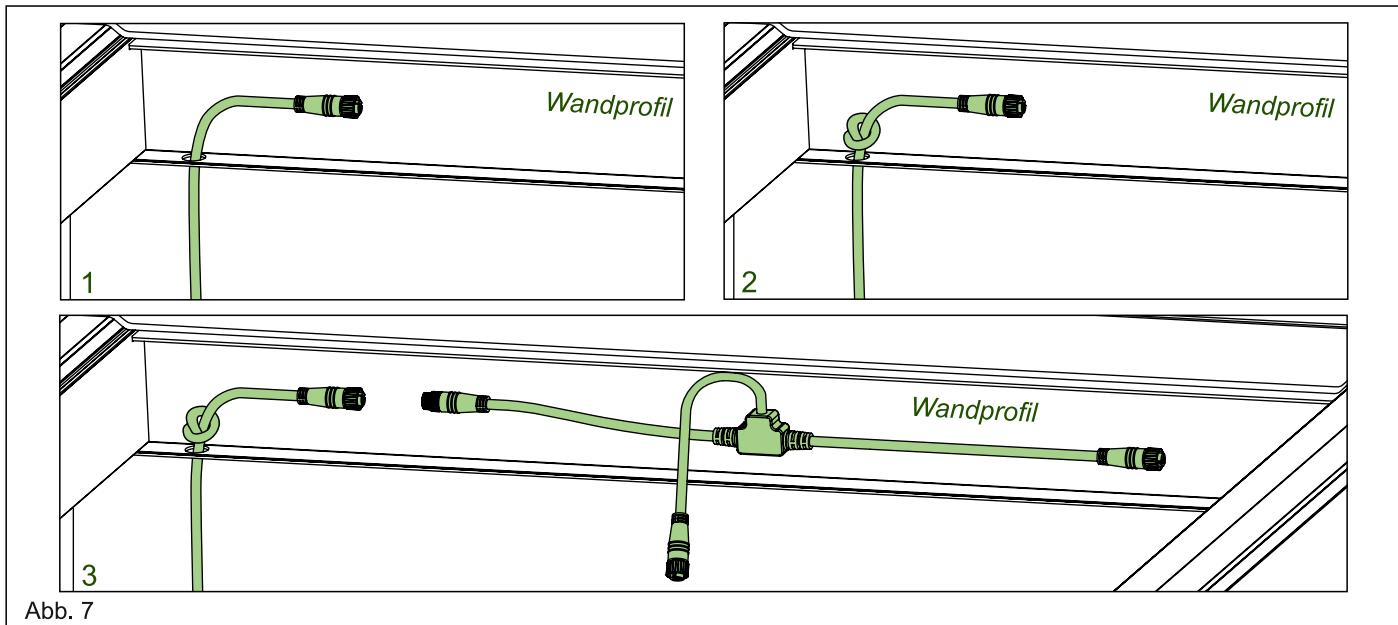

Abb. 7
**8.** **1.** Führen Sie das Netzkabel durch die zuvor gebohrte Kabeldurchführung. **2.** Binden Sie einen einfachen Knoten ins Kabel, um ein unbeabsichtigtes Zurückrutschen durch die Öffnung zu verhindern. **3.** Positionieren Sie den Anschluss (Kabelverbindung) für den Motor jeweils mittig im entsprechenden Terrassensegment. Achten Sie darauf die Kabelverbindung jeweils mit dem richtigen Stecker links und rechts zu platzieren, der Stecker an der Verbindung sollte in den Stecker des Netzkabels passen. (Siehe Abb. 7)